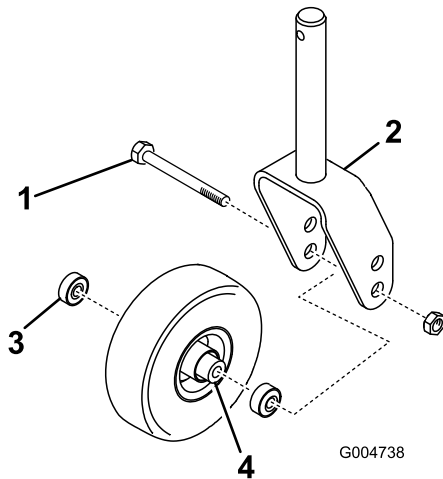
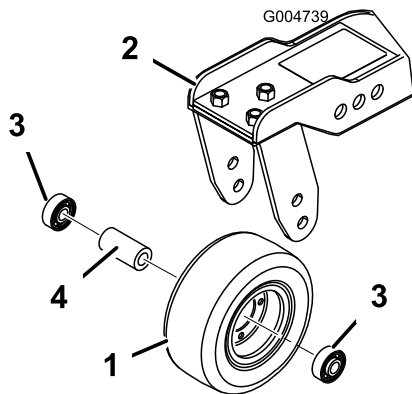

Figure 111
Figure 112
1. Retirez le contre-écrou du boulon qui fixe la roue pivotante entre la fourche (Figure 111) ou le bras de la roue pivotante (Figure 112).
2. Enlevez le roulement du moyeu de la roue et laissez tomber la douille d'écartement à l'extérieur (Figure 111 et Figure 112).